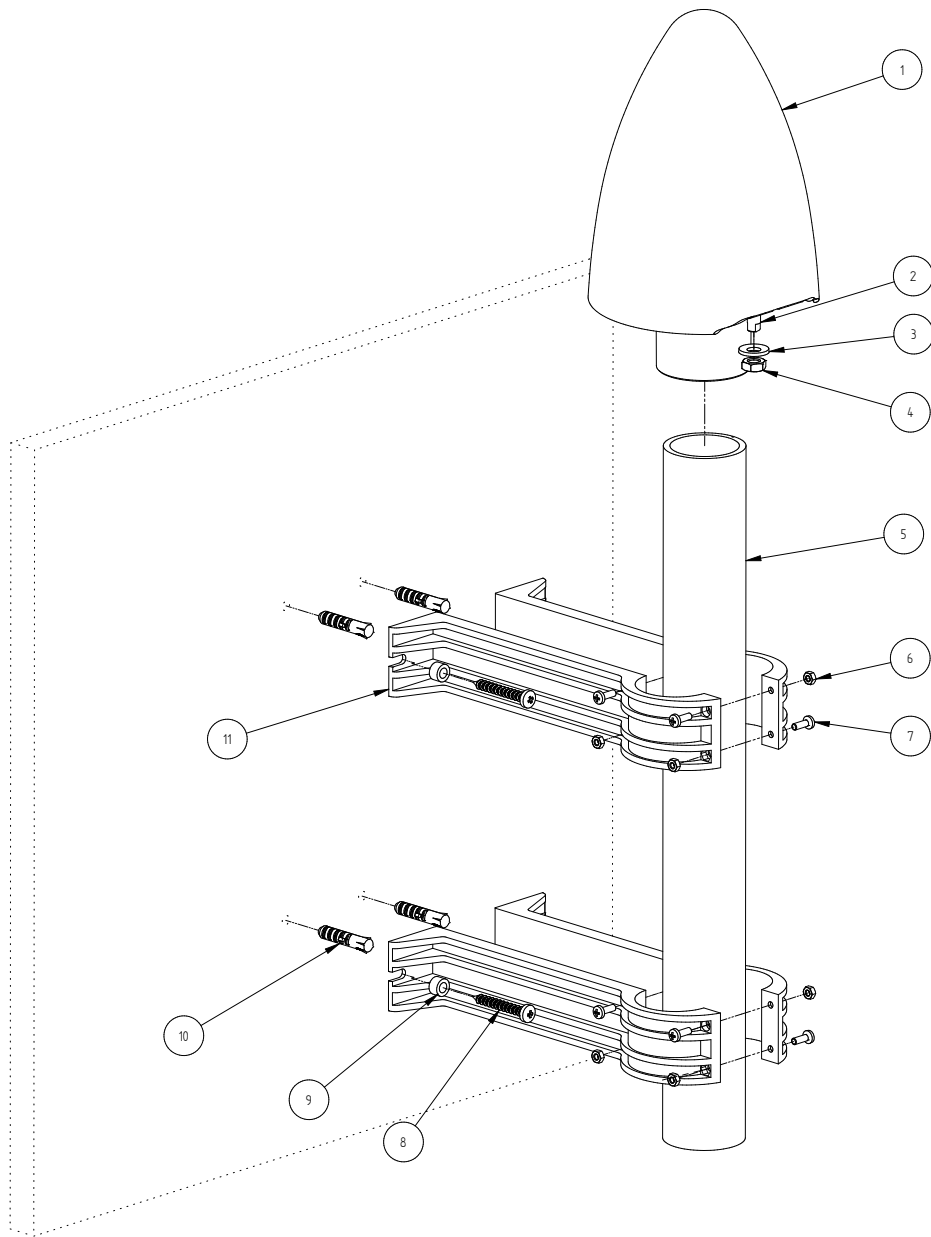

Abbildung 9.4: Montage einer GNMAntv2-Antenne an einer Wand
■ **Abb. 9.4** veranschaulicht anhand eines Beispiels, wie eine Meinberg GNMANtv2-Antenne an einem Mast montiert und angebracht wird.
1. Montieren Sie die beiden Paare der Masthalter (Pos. 8 in  Abb. 9.4) mit dem Befestigungsrohr (Pos. 2 in  Abb. 9.4) in den Klemmen. Befestigen Sie das Rohr in jeder der beiden Klemmen mit vier M4x12-Kreuzschlitzschrauben und den entsprechenden M4-Sechskantmuttern (Positionen 3 und 4 in  Abb. 9.4). Um sicherzustellen, dass die Klemme so sicher wie möglich sitzt, sollten die oberen und unteren Schrauben jeder Klemme aus entgegengesetzten Richtungen eingesetzt werden, wie in  Abb. 9.4 gezeigt.
2. Befestigen Sie den gebogenen Gewindebolzen (Pos. 5 in  Abb. 9.4) um den vorgesehenen Mast und führen Sie die beiden Enden in die Löcher der Masthalterung (Pos. 9 in  Abb. 9.4) ein. Befestigen Sie jede der Klemmen mit zwei Distanzstücken und zwei M6-Sechskantmuttern (Pos. 7 in  Abb. 9.4) an den jeweiligen Mastbefestigungen und ziehen Sie sie fest, bis die Mastbefestigung und die U-Gewindebolzen sicher sitzen.
■ **Abb. 9.4** veranschaulicht anhand eines Beispiels, wie eine Meinberg GNMAntv2-Antenne an einer Wand montiert und angebracht wird.
1. Montieren Sie die beiden Paare der Masthalterungen (Pos. 8 in  Abb. 9.4) mit dem Befestigungsrohr (Pos. 2 in  Abb. 9.4) in den Klemmen. Befestigen Sie das Rohr in jeder der beiden Klemmen mit vier M4x12-Kreuzschlitzschrauben und den entsprechenden M4-Sechskantmuttern (Positionen 3 und 4 in  Abb. 9.4). Um sicherzustellen, dass die Klemme so sicher wie möglich sitzt, sollten die oberen und unteren Schrauben jeder Klemme aus entgegengesetzten Richtungen eingesetzt werden, wie in  Abb. 9.4 gezeigt.